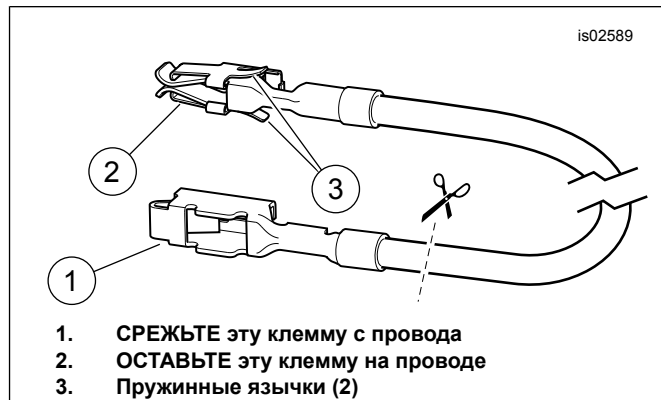

Рисунок 8. Провод адаптера блока предохранителей (Dyna и Softail)
3. См. Рисунок 22. Возьмите из комплекта оранжевый/белый переходник блока предохранителей (9). Отметьте положение клемм на каждом конце (см. Рисунок 8). Только клемму с пружинными язычками нужно вставить в блок предохранителей. Аккуратно отрежьте неиспользуемую клемму от провода и утилизируйте ее.